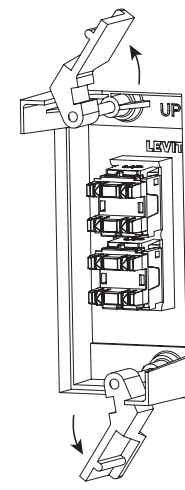

Figure 4 (back) / Figure 4 (arrière) / Figura 4 (parte posterior)
10. Using a screwdriver with a #2 Philips bit, tighten the screws to hold the QuickPlate Tempo in place (**Figure 4**).
10. Utilisant une pointe Philips no 2, tourner les vis des ailes de retenue de façon à bien assujettir la plaque au mur (**figure 4**).